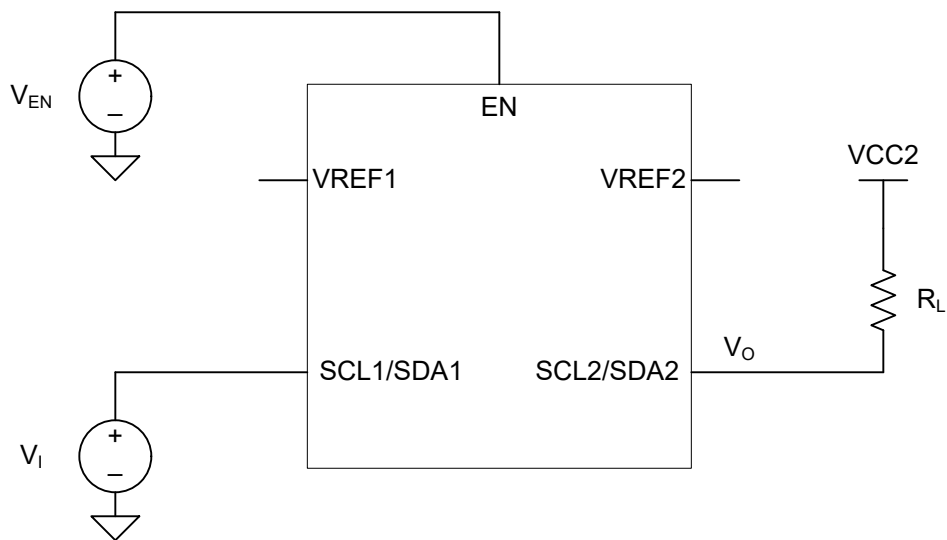

图 7-2. 直接传播测量
(1) 通过模拟来保证, 未经生产环境测试
(2) 下行转换: 高压侧向低压侧驱动。请参阅图 7.2 直接传播测量
(2) 上行转换: 低压侧向高压侧驱动。请参阅图 7.2 直接传播测量